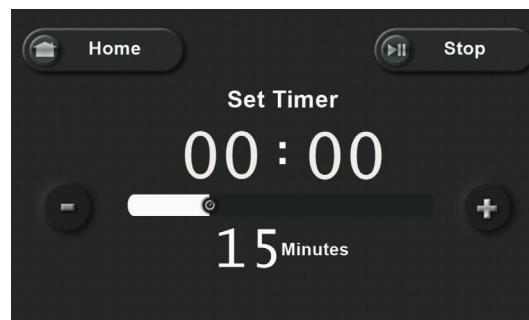

Fig. 1
3. Use o controle deslizante para ajustar o temporizador. O tempo máximo é de 30 minutos. (Fig. 1)